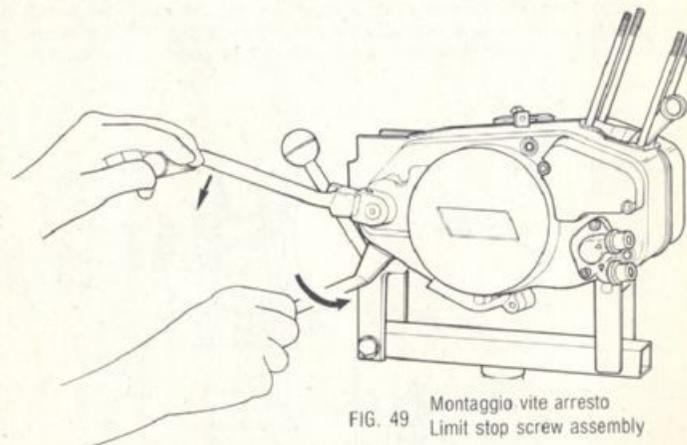

FIG. 49 Montaggio vite arresto
- 19) MONTARE una nuova guarnizione coperchio, quindi il coperchio frizione e fissarlo con le viti di unione bloccandole con  $1 + 1,2$  kgrm. Quindi innestando la leva messa in moto sul suo albero, ruotarla in senso antiorario di circa  $180^\circ$  e montare la vite d'arresto bloccandola con  $2,9 + 3$  kgrm (fig. 49). Tale operazione va eseguita per dare la precarica alla molla di richiamo.